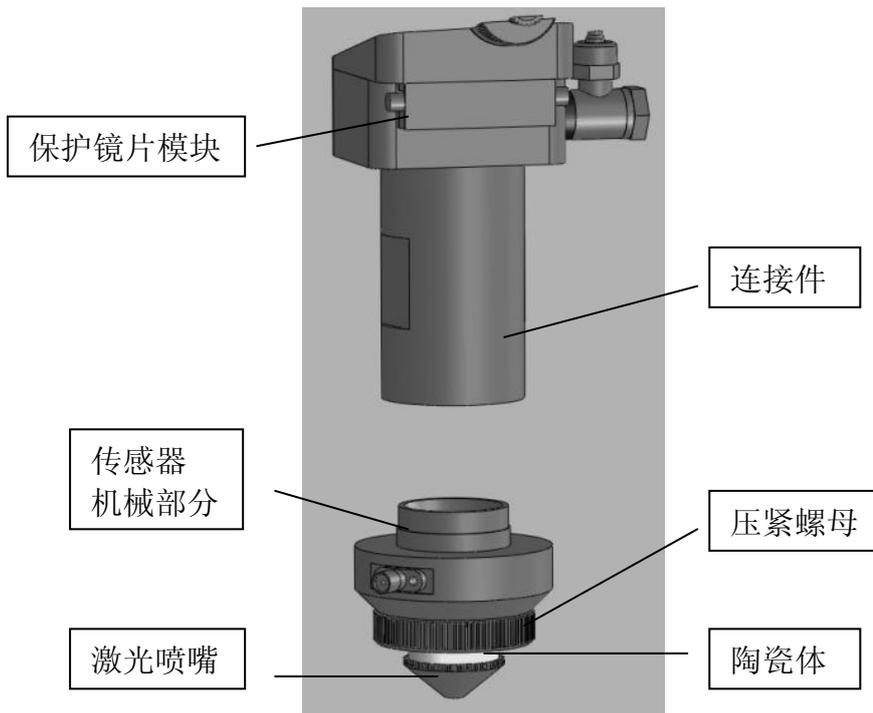

图 20
平面切割头的底部套件由 5 个部分组成，从上往下依次是：连接件（与保护镜片模块直接相连的部分）、传感器机械部分、陶瓷体、压紧螺母、激光喷嘴。如图 20 所示。其中陶瓷体和激光喷嘴属于易损件，损坏后可以更换。
- 2、再拧开陶瓷体紧固螺母，取出陶瓷体，如图 20。